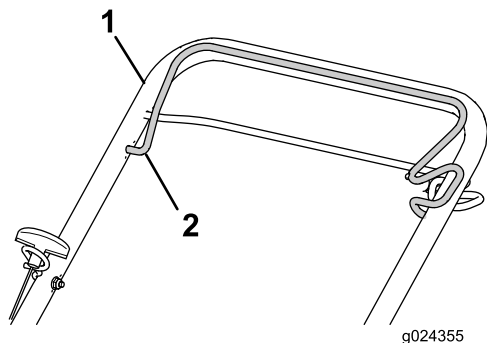

Figura 15
- Tenete la barra di comando della lama contro la maniglia superiore (Figura 15).